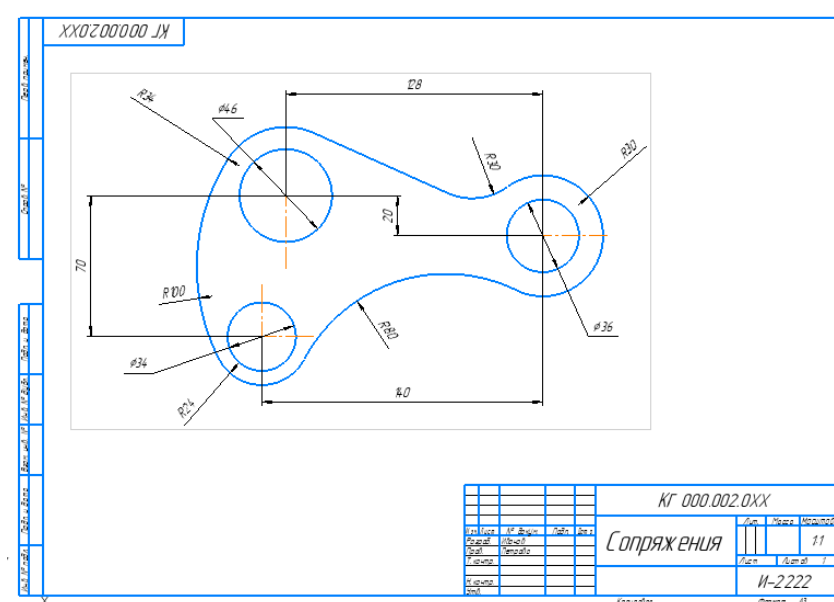

Рисунок 27.
1. Выполнить изображение плоской детали (рисунок 27) на листе формата А3, М 1:1.